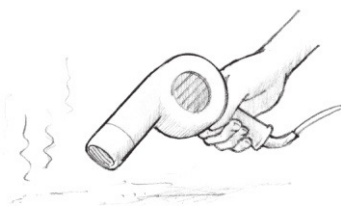

Figure 7 Sécher la surface. Laissez les surfaces humides sécher complètement ou utilisez de la chaleur ou un ventilateur pour accélérer le séchage.
2. **Séchez** — Toutes les surfaces collées doivent être aussi sèches que possible pour une bonne adhésion. Si nécessaire, accélérer le séchage en chauffant la surface collée avec un pistolet à air chaud, un sèche-cheveux ou une lampe chauffante (Figure 7). Utilisez des ventilateurs pour déplacer l'air dans des espaces confinés. Attention à la condensation lorsque vous travaillez dehors ou dès que la température du milieu de travail change.